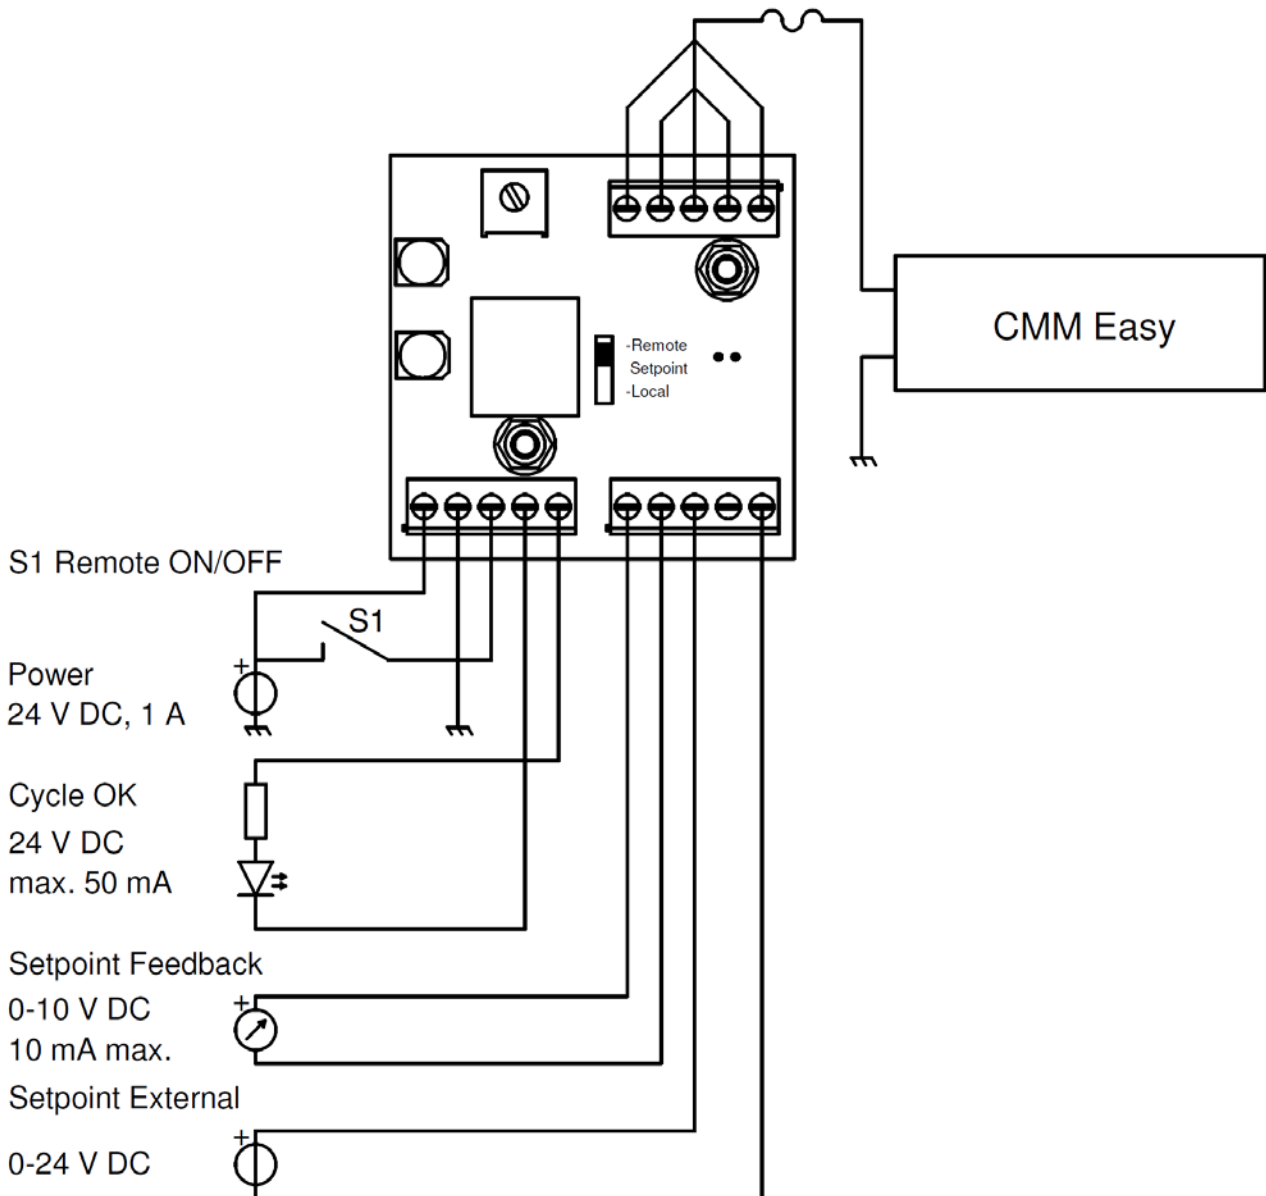

Abbildung 9, Schaltplan External Control Kit mit Remote-Sollwert 0-24 V
- Für die Verwendung mit einem externen Sollwert 0-24 V DC: Schließen Sie das Control Kit gemäß Abbildung 9 an.